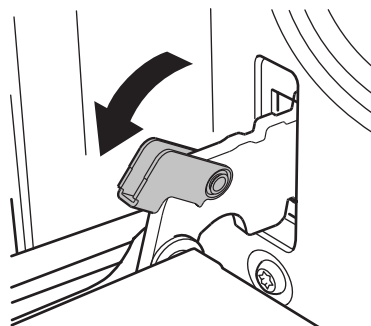

Figure 1
- Pour retirer la porte, ouvrez-la au maximum. Ensuite, tirez la boucle de la charnière de la porte vers l'arrière. (Figure 1)